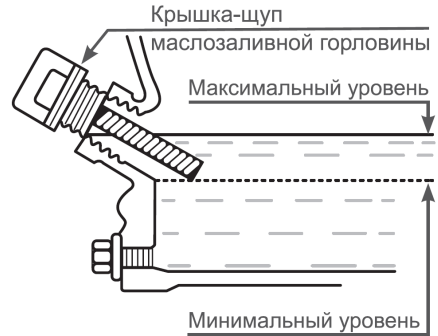

Рис. 7 Проверка уровня масла в картере
5. Аккуратно вытащите щуп и осмотрите его. Уровень масла должен соответствовать верхней отметке на щупе. При недостаточном уровне масла в картере необходимо долить чистое масло до верхней отметки на щупе, что соответствует нижней кромке заливного отверстия (Рис.7). После окончательной проверки, плотно закрутите крышку-щуп.
Максимальный уровень масла в картере соответствует нижней кромке маслозаливной горловины (Рис.7).